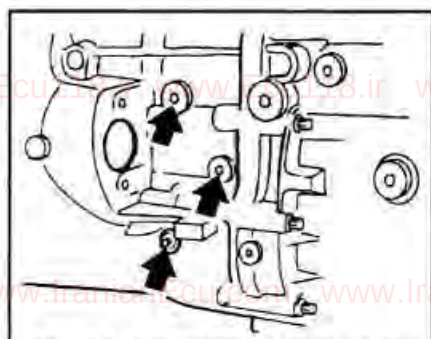

Рис. 5-5. Стрелками показаны оси вилок переключения передач с левой стороны картера КП
- С левой стороны картера КП снять ось вилки переключения передач (рис. 5-5).